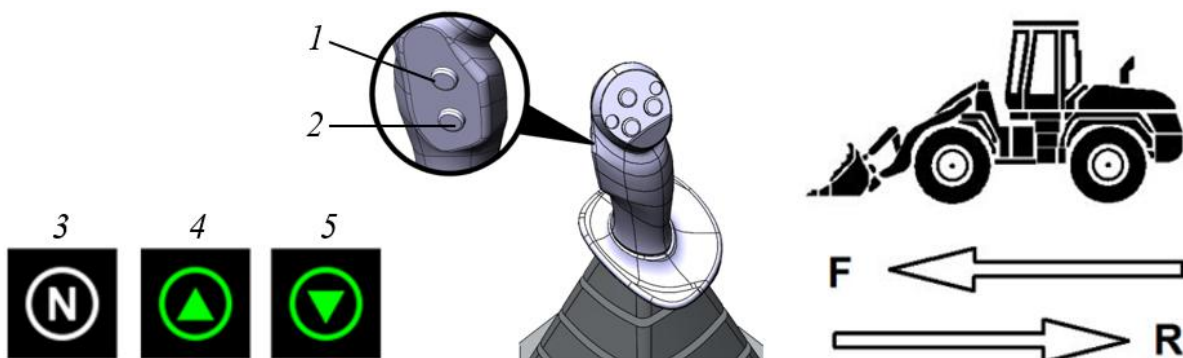

Рисунок 3.53 Кнопки выбора направления движения
- Включить нейтральную передачу одновременно нажав две кнопки (поз. 1 и 2, рис. 3.53) на тыльной стороне рукояти джойстика;
- ▷ Индикатор выбранного направления движения отображается на дисплее, см. поз 3, 4, 5 рис. 3.53.
Изменение направления движения (рис. 3.53)